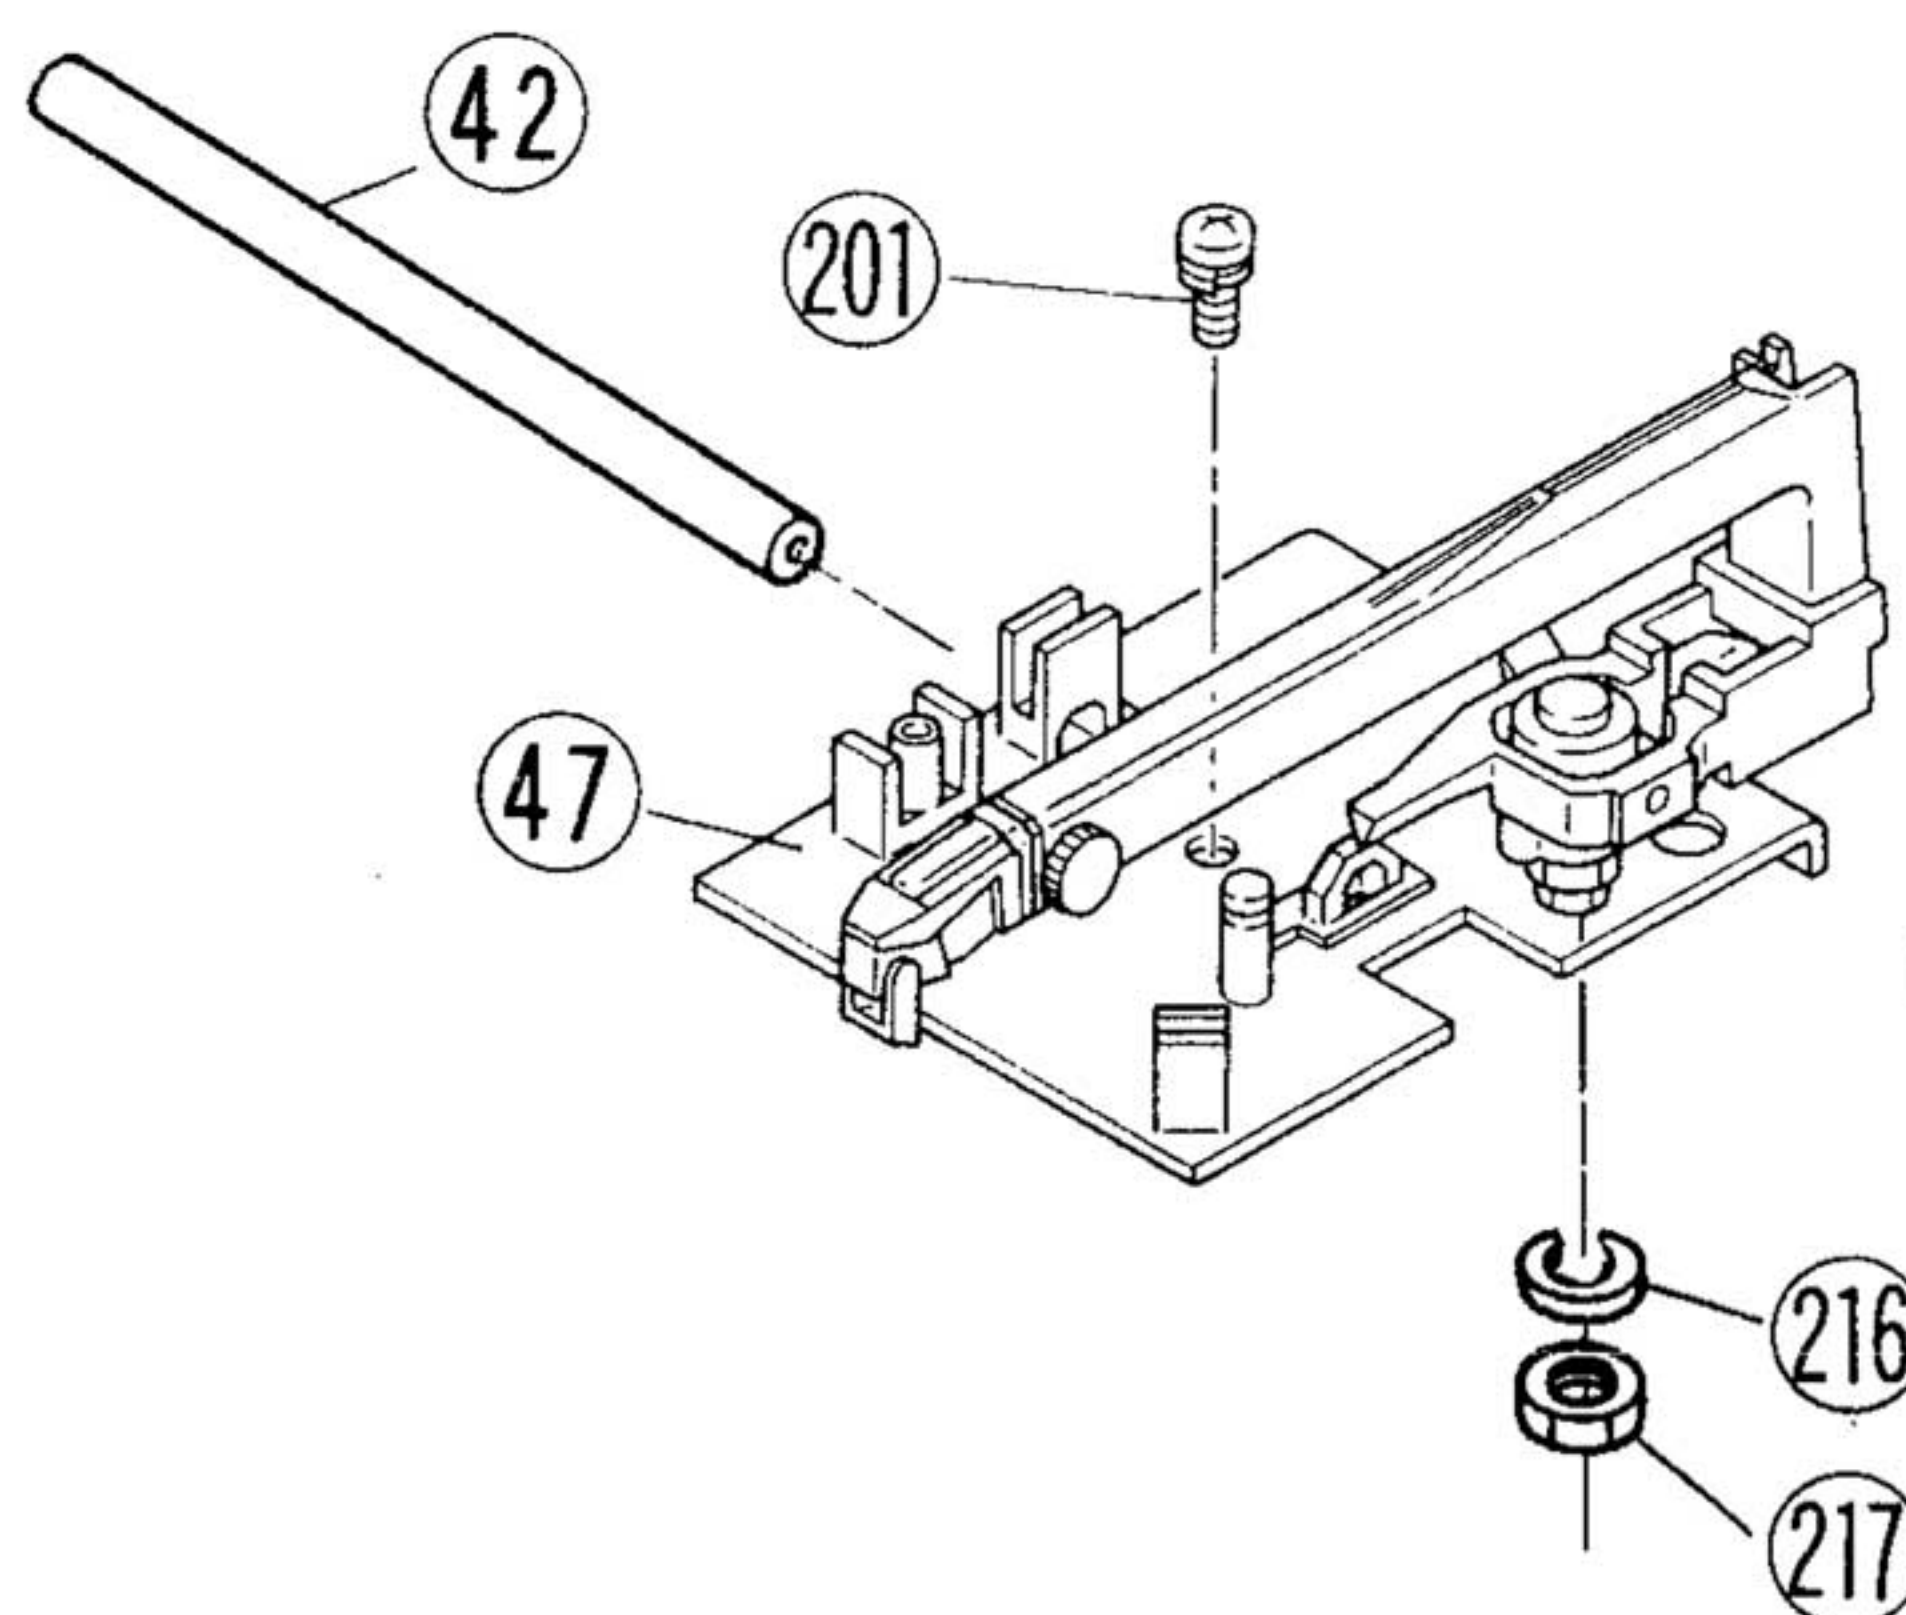

Figure 8
4. After removing the Screw (201) described in Fig. 8, remove the Bracket K (47) by lifting the left end of the Guide (42).
4. ビス (201) をとり、ガイド(42)の左端を持ち上げるようにしてブラケット K (47)を取りはずす。(図8)
3. Remove the Hexagon Nut (217) and Spring Washer (216) to remove the tonearm assy (Fig. 8).
3. 六角ナット(217)及びスプリングワッシャー(216)をとりトーンアーム assy を取りはずす。(図8)